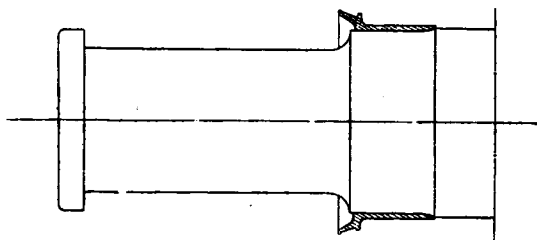

Fig. 2.
b) Paakrympning af Oliefangringen (Fig. 2).